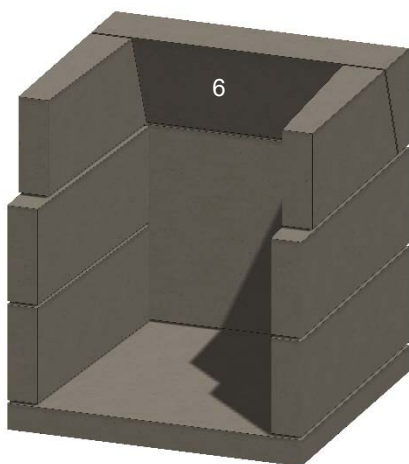

Figura 14. Encabezado posterior
G. Instale el cabezal trasero (6). Véase la figura 14.